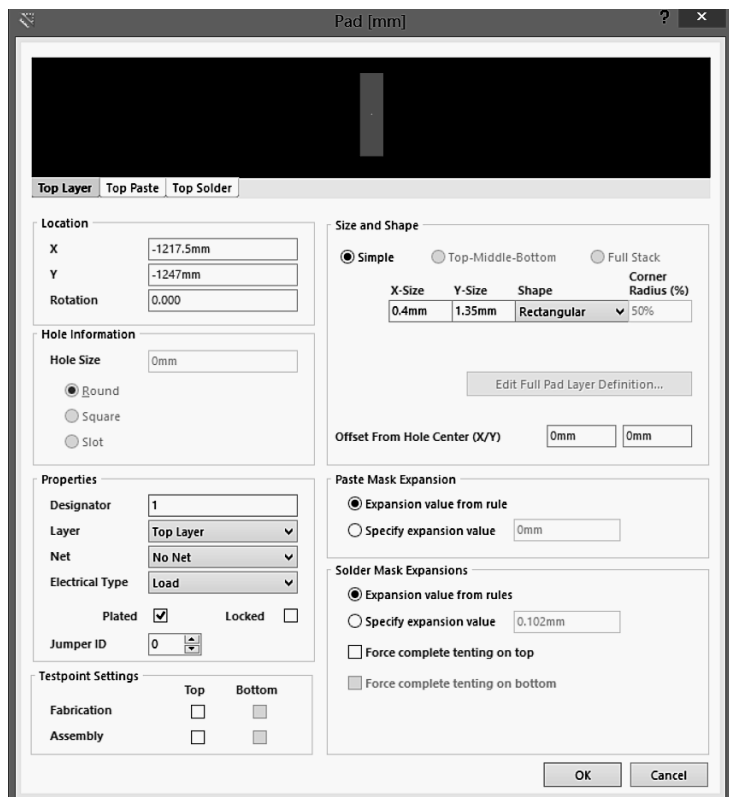

图 9-5-5 焊盘属性对话框
① 执行菜单命令 **Place→Pad** 或单击 **PCB Lib Placement** 工具栏中的  按钮, 出现十字形指针并带有焊盘符号, 进入放置焊盘状态。按 **【Tab】** 键, 进入焊盘属性对话框, 如图 9-5-5 所示, 按照图中内容设置有关参数, **Properties** 区域中的焊盘标识编号 **Designator** 设置为 1, **Layer** 选择为 **Top Layer**; **Size and Shape** 区域中将 **X-Size** 设置为 0.4mm, **Y-Size** 设置为 1.35mm, **Shape** 设置为